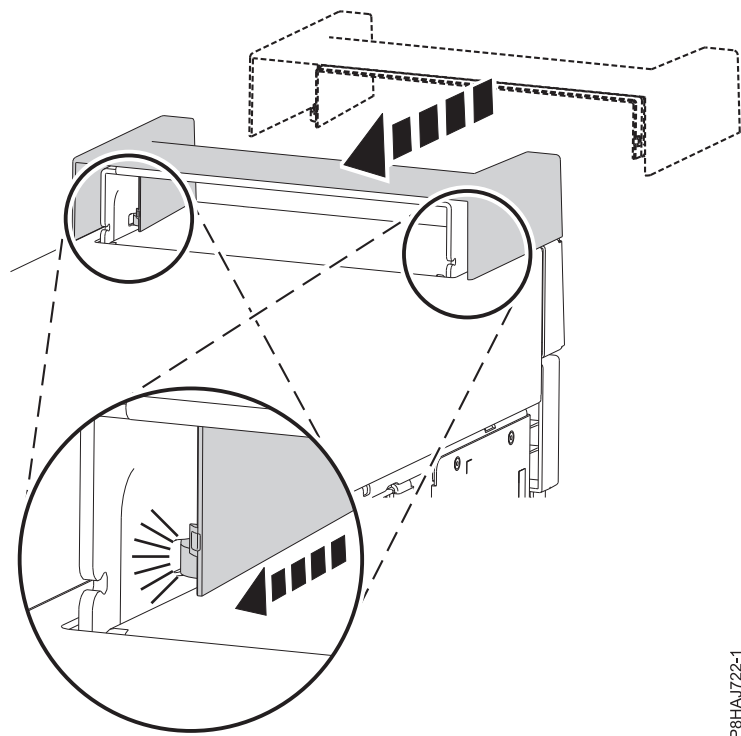

Figure 16. Mise en place de la poignée sur un système autonome 8286-41A
1. Fixez la poignée à la station d'accueil RDX interne (FC EUA3) en la faisant coulisser vers l'arrière du système. Voir figure 16.